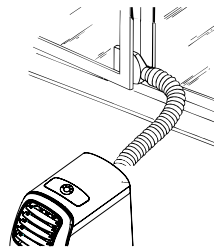

Рис. 2.
- 2) Устанавливайте кондиционер рядом с окном. Отрегулируйте длину шланга, чтобы добраться до окна. Убедитесь, что вытяжному шлангу нет препятствий (рис. 2).